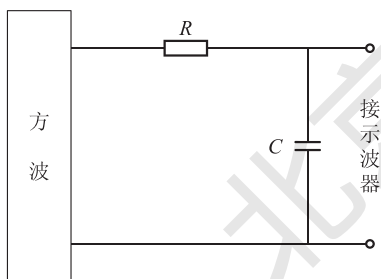

图 2.11.1
(1) 在实验板上调节  $R = 300\Omega$ ,  $C = 0.1\mu\text{F}$ ,按图 2.11.1 接线,信号源频率取  $1\text{kHz}$ ,幅值  $2.5\text{V}$ ,观察波形,测量时间常数  $t$ ,然后与电路参数计算值比较。
(2) 观察并记录电阻上电压随时间的变化规律  $U_R(t)$ 。